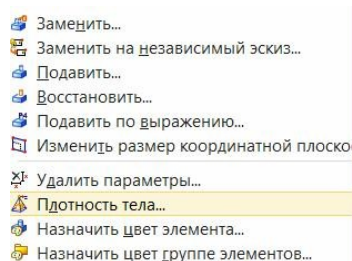
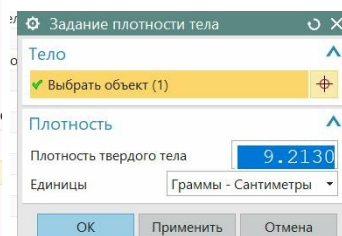

рис.112
рис.113
- Но если вы, для конкретного тела решили эту цифру изменить, то придется обратиться к команде «*Изменить \ Элементы \ Плотность тела*» (рис.112). И в соответствующем диалоговом окне (рис.113) указать и тело, и плотность его материала.